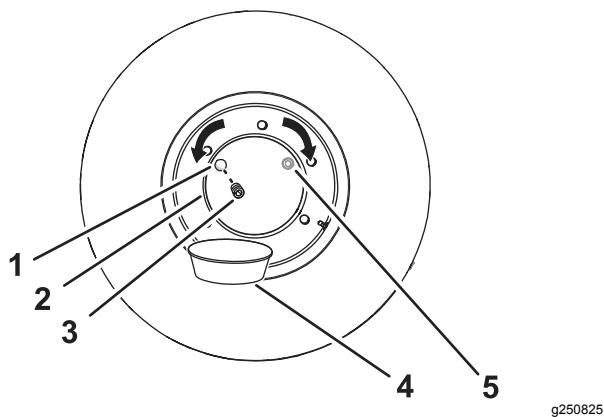

Figura 93
2. Mueva la máquina hacia adelante o hacia atrás hasta que el tapón del cubo de la rueda está en la posición de las 10 o de las 2 (Figura 93).
4. Coloque un recipiente de vaciado debajo del orificio de vaciado del cubo de la rueda (Figura 93).
5. Retire el tapón del cubo de la rueda (Figura 93).
6. Compruebe que el nivel de aceite llega a la parte inferior de la rosca del orificio de aceite (Figura 93).
8. Instale el tapón en el orificio del cubo de la rueda (Figura 93).
1. Mueva la máquina hacia adelante o hacia atrás hasta que el tapón de aceite del cubo de la rueda esté en la posición de las 12; consulte la Figura 93 de Comprobación del nivel de aceite de los cubos de las ruedas (página 68).